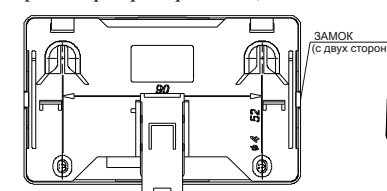

Рисунок 2
- при установке на стену, перегородку или конструкцию (рисунок 2):